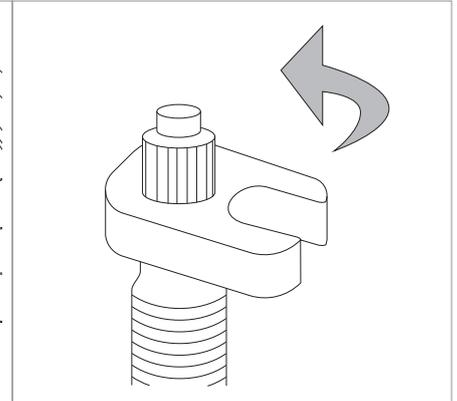

Fig.18
- Si tiene la posibilidad de introducir el líquido con una jeringa: desmonte la parte central de la válvula con la herramienta correspondiente, introduzca la cantidad recomendada por el fabricante del líquido y vuelva a instalar la parte central de la válvula (Fig. 18).